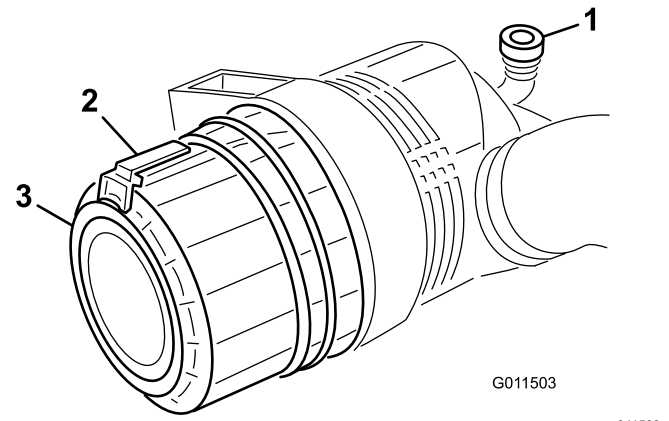

Figure 70
1. Tirez le verrou vers l'extérieur et tournez le couvercle du filtre à air dans le sens antihoraire (Figure 70).
7. Montez le couvercle en dirigeant la valve de sortie en caoutchouc (Figure 70) vers le bas, entre les positions 5:00 et 7:00 heures environ vu de l'extrémité. Fermez le verrou.